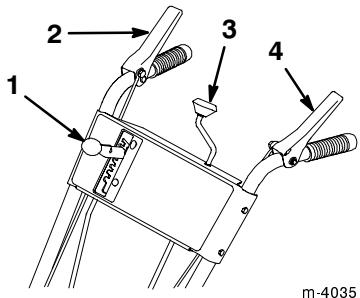

Figure 19
9. Actionnez la commande d'orientation de l'éjecteur (Fig. 19) Si elle est trop dure, appliquez une fine couche de graisse sur la vis sans fin et déplacez légèrement cette dernière vers l'extérieur.
- Commande de tarière/roue hélice** (Fig. 19)—Pour embrayer la tarière et la roue hélice, serrez la manette contre la poignée de droite du mancheron de droite. Pour les débrayer, lâchez la manette.
- Levier de changement de vitesse** (Fig. 19)—Cette commande offre cinq vitesses : deux vitesses de marche arrière et trois vitesses de marche avant. Pour changer de vitesse, placez le levier dans la position souhaitée. Le levier s'engage dans un cran pour chaque vitesse choisie. Le changement de vitesse peut être dur lorsqu'une machine doit fournir de gros efforts.
- Commande d'orientation de l'éjecteur** (Fig. 19)—Tournez la commande d'orientation dans le sens des aiguilles d'une montre pour déplacer l'éjecteur vers la droite, ou en sens contraire pour le déplacer vers la gauche.
- Commande de traction** (Fig. 19)—Pour embrayer la traction (entraînement des roues), serrez la manette contre la poignée du mancheron de gauche. Pour arrêter la traction, lâchez la manette.
2. Vérifiez si la manette de commande de tarière/roue à hélice et la manette de commande de traction sont bien débrayées (Fig. 19).
9. Sélectionnez la première (Fig. 19), serrez la manette de commande de traction contre la poignée, puis relâchez-la. Si la déneigeuse se met à avancer avant que vous ayez engagé la manette de commande ou après que vous l'ayez relâchée, reportez-vous à la rubrique *Réglage de l'entraînement de traction*, page 21.
4. Relâchez les manettes de commande de traction et de tarière/roue hélice (Fig. 19).